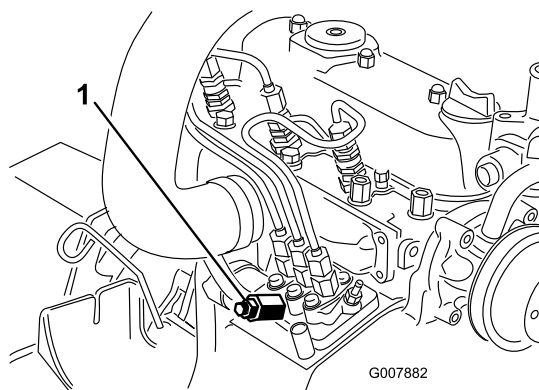

Bild 43
3. Legen Sie einen Lappen unter die Entlüftungsschraube an der Kraftstoffeinspritzpumpe und öffnen Sie sie (Bild 43).